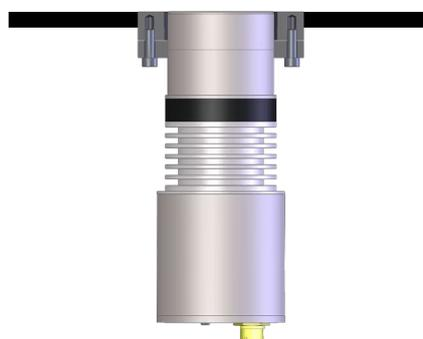

Figure 24: Sonde montée en affleurement
5. Confirmez que la sonde affleure la paroi interne du site d'installation (Figure 24). Réglez la position de la bague de serrage si la sonde n'affleure pas la paroi interne.